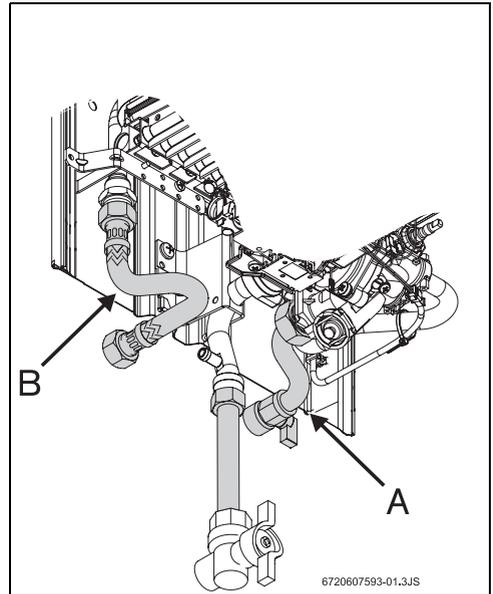

Fig. 12 Conexión del agua
- ▶ Identificar el tubo de agua fría (→Fig. 12, [A]) y el tubo de agua caliente (→Fig. 12, [B]), para evitar cualquier conexión equivocada.